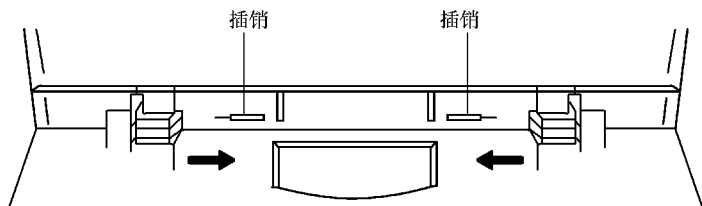

图 3-27 拆卸 BP 传感器的方法
- 4) 从 BP 传感器上按箭头方向拔掉接插件和压力管,即可拿出 BP 传感器,如图 3-27 所示。